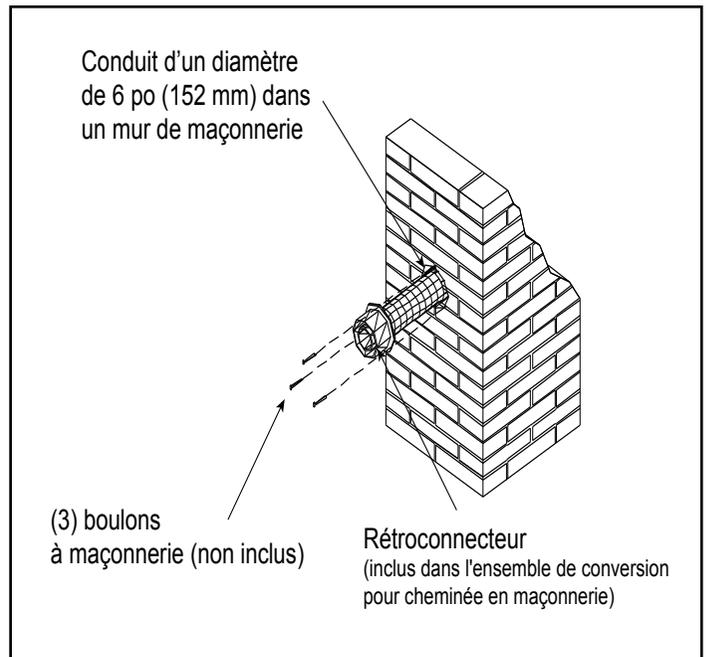

Figure 4.27
9. Fixez la chemise flexible au rétroconnecteur. Utilisez trois vis autotaraudeuses pour attacher le doublage flexible au connecteur. Montez le rétroconnecteur sur le mur en maçonnerie en utilisant les boulons. Voir la Figure 4.27. Augmentez le diamètre des trous du connecteur si nécessaire. Assurez-vous que le connecteur est au centre de l'ouverture et que les trous de montage sont alignés avec ceux du mur de maçonnerie.